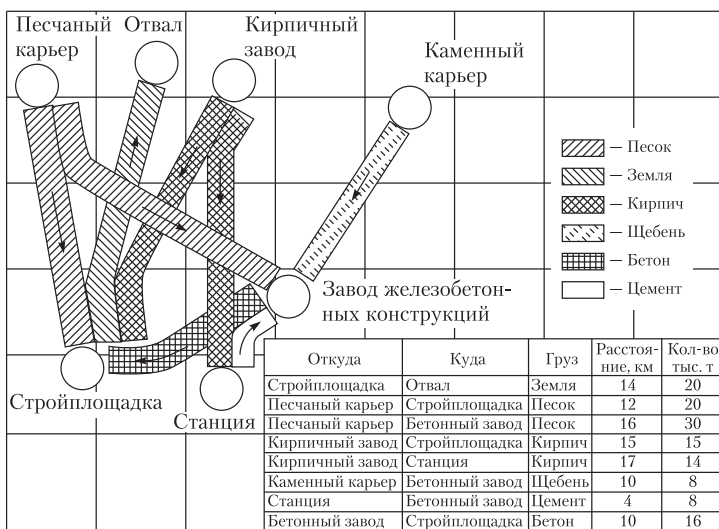

Рис. 1.7. Схема материалопотоков
3.2. Материалопотоки могут быть также изображены в виде схемы (рис. 1.7).